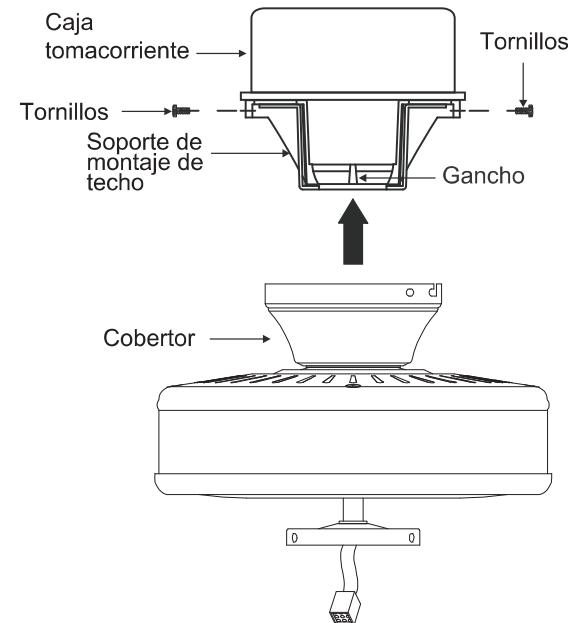

Fig. 13
Paso 3. Asegúrese de que los cuatro tornillos de montaje estén bien ajustados. (**Fig. 13**)